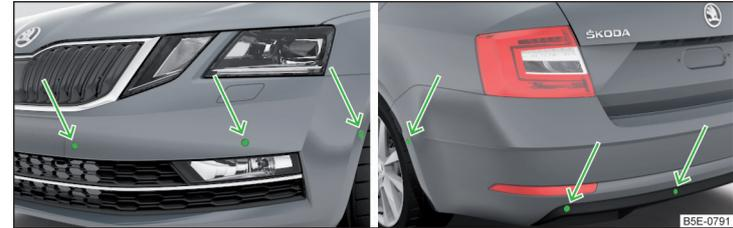

Abb. 241 Verbauplatz der Sensoren auf der linken Fahrzeugseite: vorn/hinten
- Die Systemsensoren » **Abb. 241** auf Seite 225 sauber, schnee- sowie eisfrei halten und mit keinerlei Gegenständen abdecken, anderenfalls kann die Systemfunktion eingeschränkt sein.
Das System berechnet mithilfe von Ultraschallwellen den Abstand zwischen dem Stoßfänger und einem Hindernis. Die Ultraschallsensoren befinden sich je nach Fahrzeugausstattung im hinteren bzw. auch im vorderen Stoßfänger » **Abb. 241**.